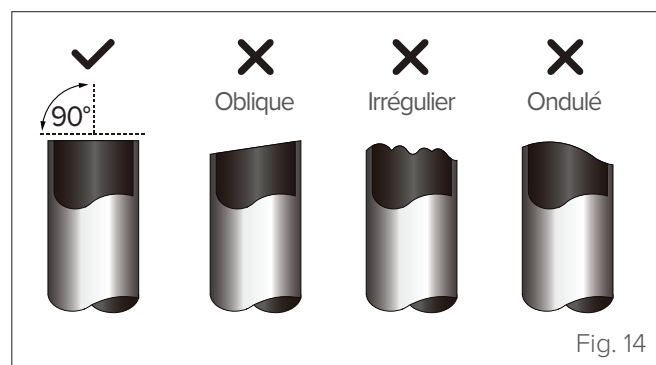

Fig. 14
- 3 Vérifier que le tuyau est coupé à un angle exact de 90°. Voir les exemples de coupe incorrecte illustrés sur la "Fig. 14" ».